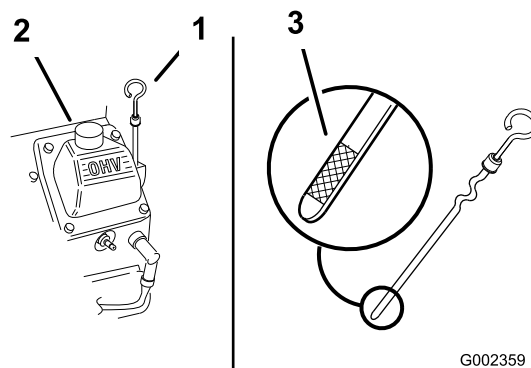

Figura 163
1. Curăa u zona din jurul buonului de umplere cu ulei i din jurul joei (Figura 163).